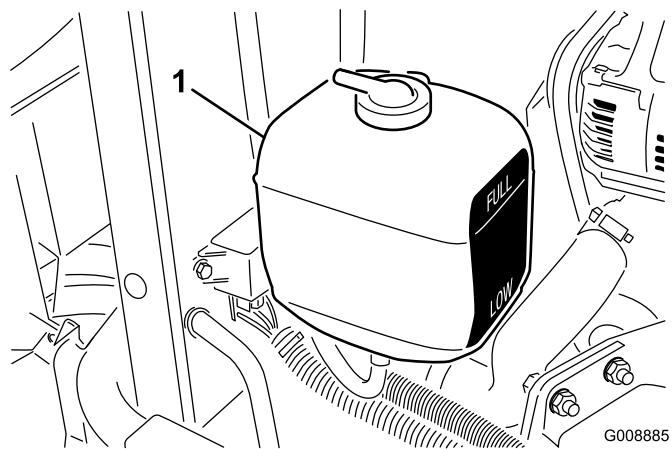

Bild 36
1. Prüfen Sie den Kühlmittelstand im Ausdehnungstank (Bild 36).